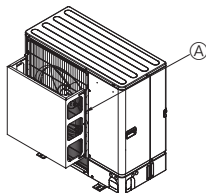
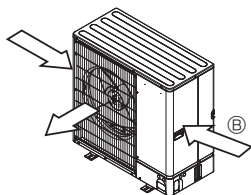

Fig. 2-5
Fig. 2-6
- ② U míst, kde může silný vítr (tajfun atp.) vstupovat přímo do výstupu vzduchu, namontujte volitelné vedení vzduchu. (Fig. 2-5)
- ③ Vedení výstupu vzduchu
- ④ Pokud je to možné, umístěte jednotku tak, aby se výstup vzduchu nacházel v pravém úhlu směrem k obvyklému směru větru. (Fig. 2-6)
- ⑤ Směr větru